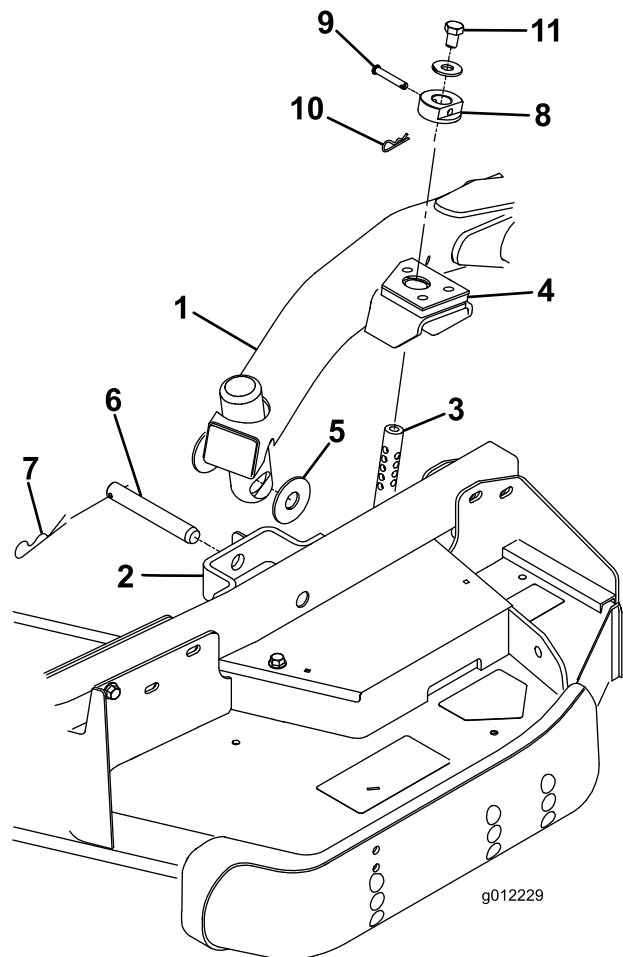

Figura 26
4. Mueva la palanca de elevación a la posición Flotar. Empuje hacia abajo uno de los brazos de elevación hasta que los taladros del brazo de elevación estén alineados con los taladros del soporte del brazo de la rueda giratoria y pueda introducirse la varilla de ajuste de la altura de corte en los alojamientos del brazo de elevación (Figura 26).
5. Fije el brazo de elevación al brazo de la rueda giratoria con (2) arandelas de empuje, un pasador y un pasador de horquilla. Coloque las arandelas de empuje entre el brazo de elevación y el soporte del brazo de la rueda giratoria (Figura 26). Introduzca el extremo del pasador de horquilla en la ranura de la pestaña del brazo de la rueda giratoria para retener el pasador.
9. Instale los collares de ajuste de la altura de corte sobre las varillas de ajuste de la altura de corte y fíjelos con los pasadores y los pasadores de horquilla (Figura 26). Oriente la cabeza del pasador hacia la parte delantera de la carcasa.
10. Instale un perno de 1/2 x 3/4 pulgada y una arandela en la parte superior de cada varilla de ajuste de la altura de corte (Figura 26).